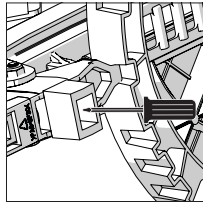

Fig. 14
- Retire y almacene de forma segura el bloqueo estabilizador de debajo de la palanca de bloqueo del tope positivo. (Fig. 14)